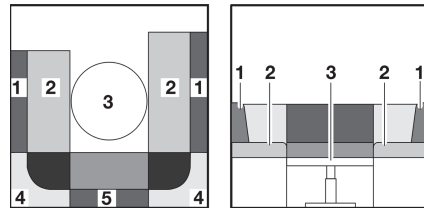

Fig. 72 Durante la transformación
- Extraer los cojines del respaldo (Fig. 72,1, 4 y 5).
- Colocar el cojín adicional (Fig. 73,6) entre los cojines del asiento (Fig. 73,2) sobre la mesa (Fig. 72,3).